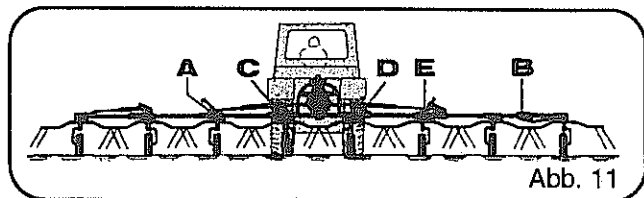

Abb. 11
- Durch Ziehen der Zugleine müssen die Klinken (Abb. 11, Pos. A und B) entriegelt und die Klinken (Abb. 11, Pos. C und D) bzw. der Anschlag (Abb. 11, Pos. E) angehoben werden.
- Es ist unbedingt auf die Verriegelung der Klinken (Abb. 11, Pos. C und D) zu achten (siehe Warnbildzeichen Seite 25, Pos. I).